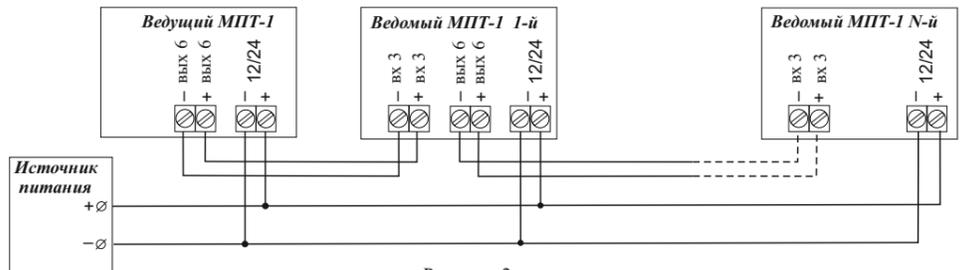

Рисунок 2
– ВЫХ 6 – используется для подключения ведомых модулей (Рисунок 2). Расстояние между модулями не более 50 м. Полярность подключения к клеммам указана на плате.